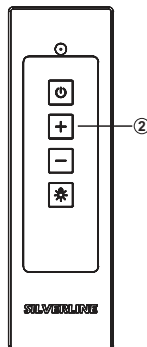

Abb. 17
- ➔ Um die Leistung des Motors zu erhöhen drücken Sie auf der Fernbedienung die Taste (+) (Abb. 17/2).